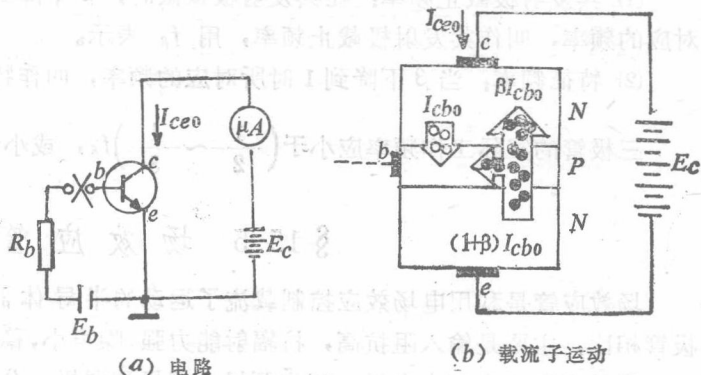

图 15-14 穿透电流的测量
(2) 集电极-发射极反向电流  $I_{ceo}$ ： $I_{ceo}$  是基极开路时，集电极与发射极之间的电流。由于该电流从集电区穿过基区到发射区，故又称**穿透电流**（如图 15-14(a)）。
当基极开路时，电源  $E_c$  加在集电结和发射结上。发射结是正向偏置，集电结是反向偏置。集电结在反向电压作用下，有少子（空穴）漂移到基区（如图 15-14(b)）。由于基极开路，扩散到基区的电子中的一小部分与集电极漂移来的空穴复合，其值是  $I_{cbo}$ ，而大部分电子被集电极拉过去。根据三极管工作原理，被集电极拉过去的电子数